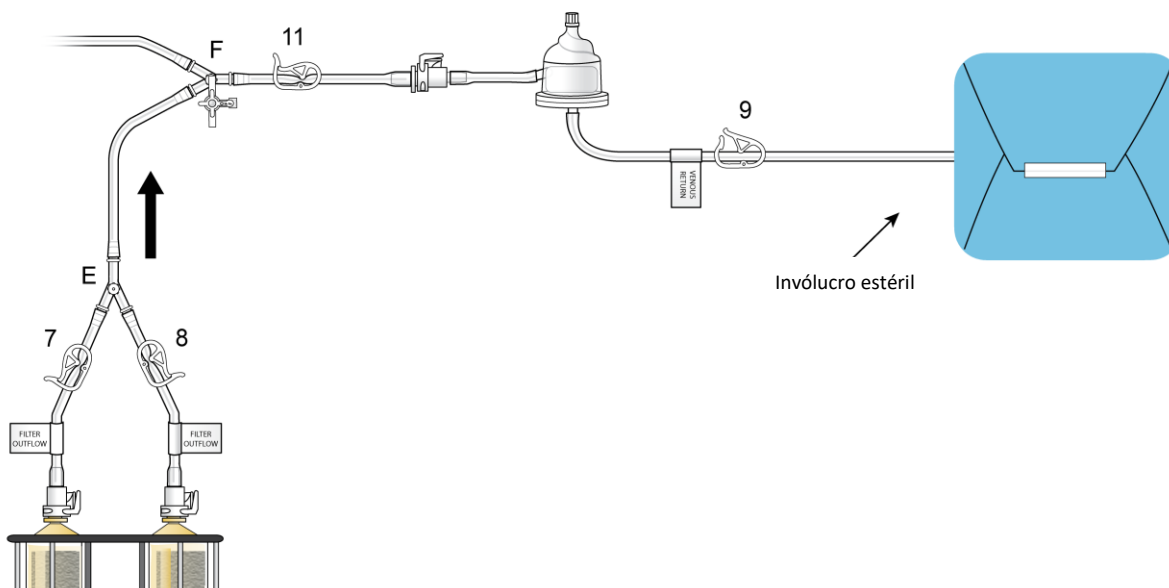

Figura 18
- (c) Ligue o conector rápido fêmea ao macho (“push and click”) localizado no clampe de saída (11), conforme ilustrado na Figura 18. Posicione o borbulhador no suporte do borbulhador mais alto do que os cartuchos do filtro.